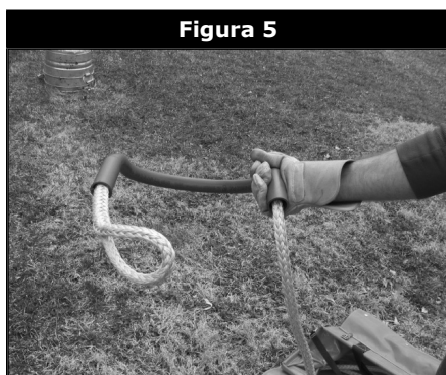

Figura 5
- Etapas 1. Enrosque o trava-quedas vertical através do tubo de ancoragem:** Passe o final do trava-quedas vertical através do tubo de ancoragem até que a junção esteja totalmente recolhida dentro do tubo (Figura 5). A corda pode ser inserida através do tubo de ancoragem em qualquer direção para facilitar o manuseio do tubo e da corda sobre e em torno dos pontos de ancoragem exigidos.